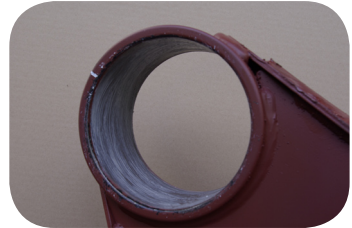
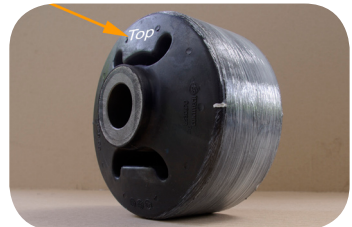
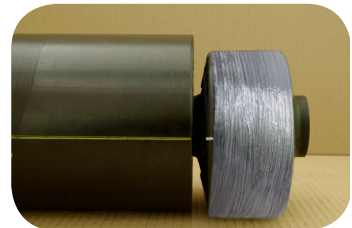

Abb. 9 · Auge korrekt eingestrichen
Abb. 10 · Buchse korrekt eingestrichen
Abb. 11 · Fluchtende 3D-Buchse
1. Gewindegang der Gewindestange (1) einfetten.
2. Funktionslenkerauge (6) innen (Abb. 9) und neue 3D-Buchse (7) außen (Abb. 10) gleichmäßig mit Montagepaste einstreichen.
4. 3D-Buchse (7) in die Einziehhülse (5) von der Seite ohne Führungssteg einschieben. Dabei auf den richtigen Sitz der 3D-Buchse in der Einziehhülse achten: Die Top-Kennzeichnung der 3D-Buchse muss dabei nach oben zeigen (wie in Abb. 10 dargestellt), und die erhabene Markierung auf der 3D-Buchse muss mit der auf der Einziehhülse angebrachten Markierungslinie fluchten (Abb. 11). Gegebenenfalls nachjustieren.